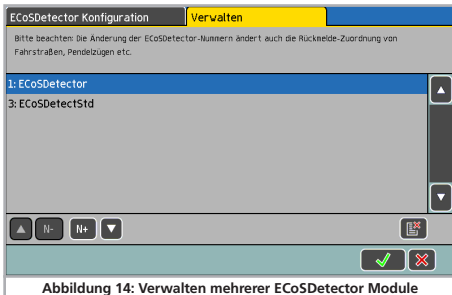

Abbildung 14: Verwalten mehrerer ECoSDetector Module
- Drücken Sie im Konfigurationsmenü eines (beliebigen) ECoSDetectors auf den Tab-Reiter „Verwalten“. Es öffnet sich ein Fenster ähnlich Abb. 14.